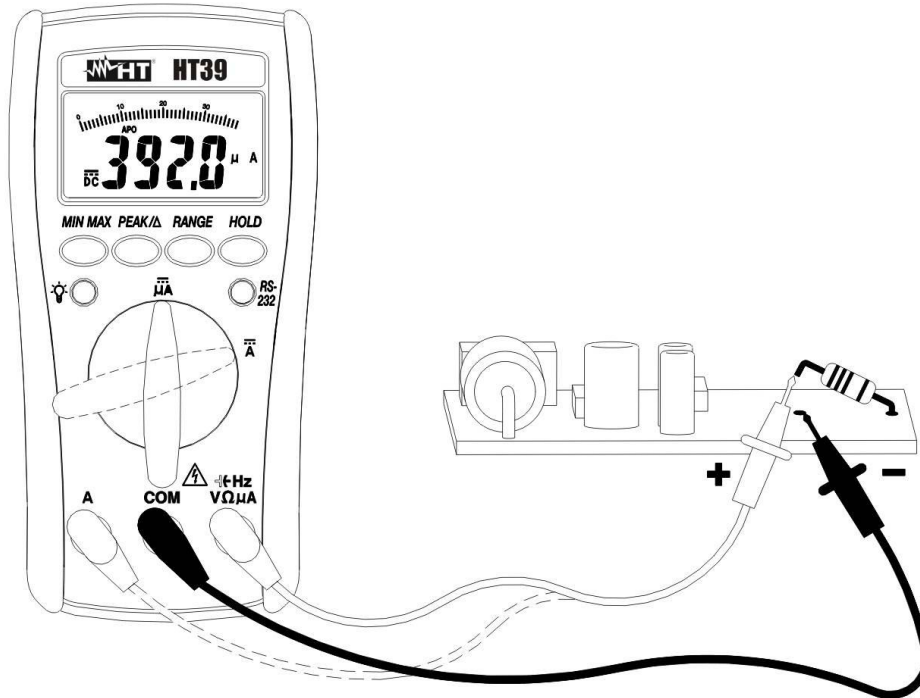

Fig. 5: Misura di Corrente DC
3. Inserire il cavo rosso ed il cavo nero nei terminali di ingresso **A** e **COM** (Fig. 5).
4. Collegare il puntale rosso ed il puntale nero in serie al circuito del quale si vuole misurare la corrente rispettando la polarità ed il verso della corrente indicato in Fig. 5.
8. La visualizzazione del simbolo "-" sul display dello strumento indica che la corrente ha verso opposto rispetto alla connessione di Fig. 5. Premere il tasto **RANGE** per il cambio portata manuale attivo nella sola posizione  $\overline{\mu\text{A}}$ .